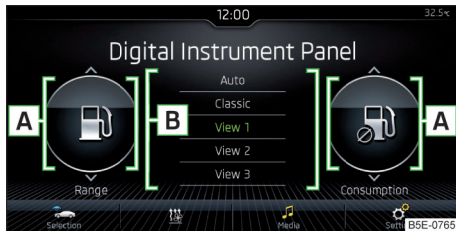

Fig. 37
- ▶ Dans les champs **A** » fig. 37, sélectionner les informations supplémentaires souhaitées par un simple mouvement du doigt verticalement sur l'écran.